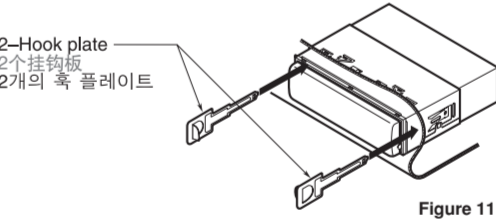

Figure 11 / 圖 11 / 그림 11
3. Insert and lock the hook plates. (Figure 11)
3. 插入并锁定挂钩板。(图11)